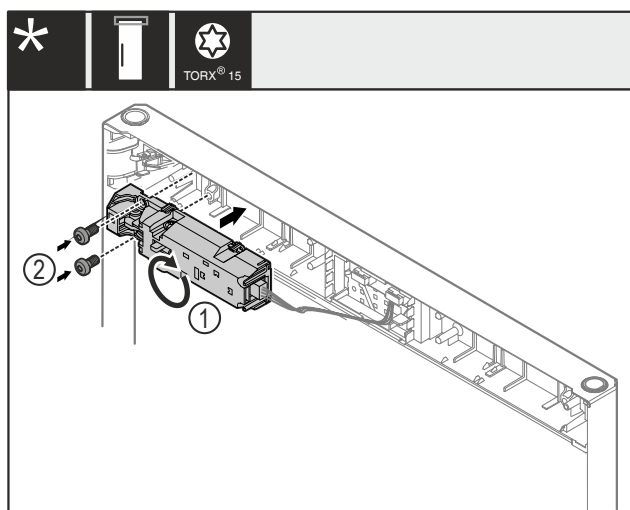

Fig. 27
- Ruotare la chiusura a distanza Fig. 27 (1) di 180° e montarla sul lato opposto.
- Fissare la chiusura a distanza Fig. 27 (1) con viti Fig. 27 (2).